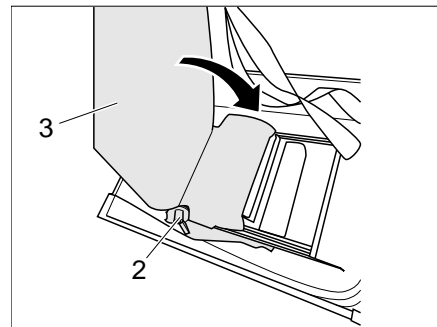

Bild 212 Sitzlehne in der Sitzbank verstauen
- Hebel 1 (Bild 212,2) betätigen und Sitzlehne (Bild 212,3) nach innen klappen.